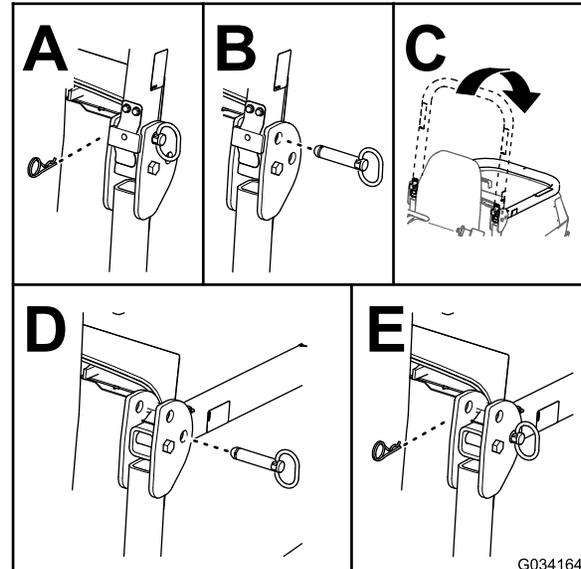

Figure 24
2. Retirez les goupilles fendues et les axes de l'arceau de sécurité (Figure 24).
3. Abaissez l'arceau de sécurité et fixez-le en position avec les axes et les goupilles fendues (Figure 24).